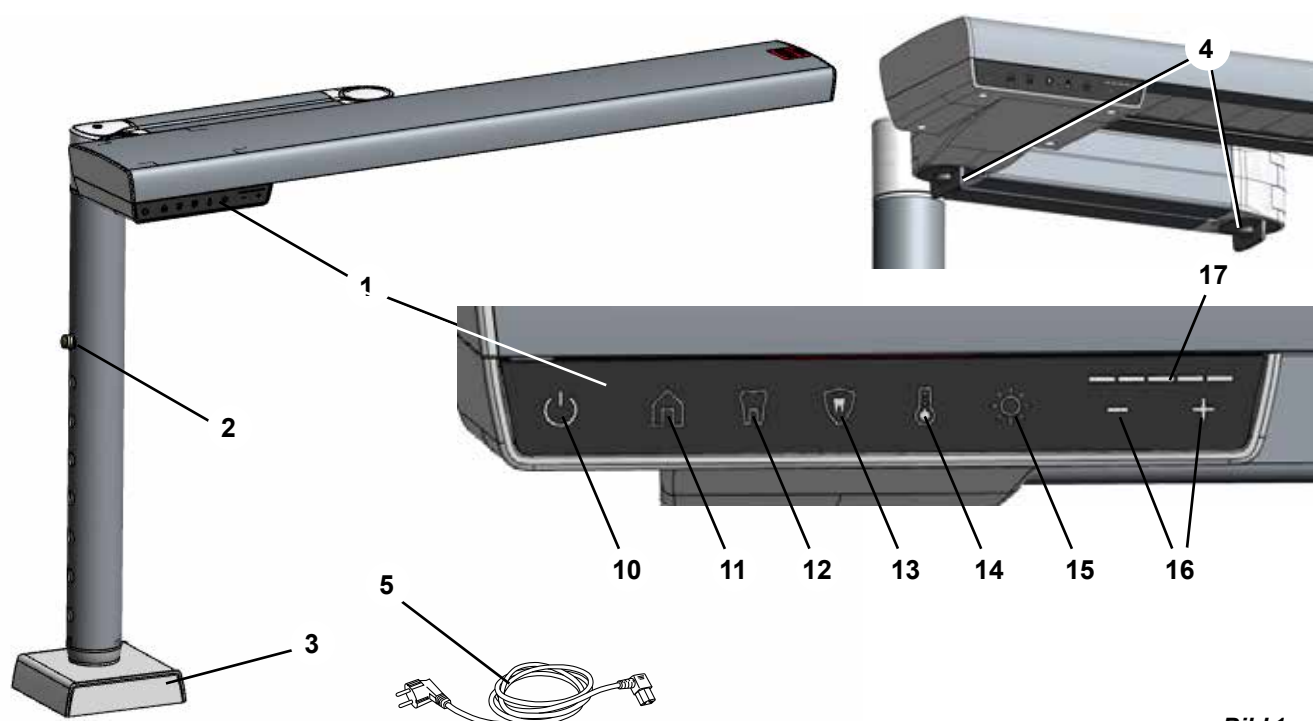

Bild 1
- ⇒ Tryck in höjdjusteringens låsning (2, bild 1) och dra ut innerröret på basen ända till den maximala positionen.
För att bestämma lämplig monteringsplats, lossa foglåset (4, Fig. 1) och kontrollera att du kan flytta arbetsplatslampan till det optimala läget som beskrivits tidigare (kapitel 4.2.1).
- ◆ Knappen Brightness (Ljusstyrka) (15, bild 1) lyser upp.
- ◆ I Intensity (Intensitet)-indikeringen (17, bild 1) visas det aktuella värdet för ljusstyrkan.